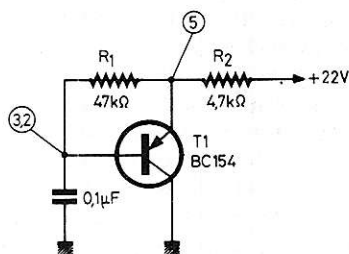
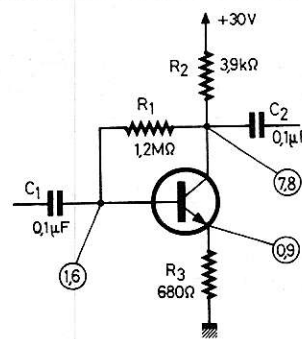

Figure 5
Figure 7
Prenons comme exemple le cas de la **figure 5** et proposons-nous de mesurer la tension de base, dont la valeur réelle est de $3,2\text{ V}$. Nous trouvons, par la chute de tension dans R_1 , $I_b = 38\text{ }\mu\text{A}$ et, en partant de là, $R_b = 84\text{ K}\Omega$ à peu près. Si nous utilisons la sensibilité 10 V d'un voltmètre de $20\text{ K}\Omega/\text{V}$, la résistance résultante de R_b et R_i en parallèle sera de $59\text{ K}\Omega$, et la tension lue à la base de $2,8\text{ V}$ très sensiblement. D'autre part, la résistance résultante de R_1 (fig. 1-5) et de R_b en parallèle, divisée par R_i (soit $200\text{ K}\Omega$), donne $n = 0,131$, ce qui montre que l'erreur de mesure est supérieure à 13% et que, par conséquent, une correction est souhaitable, que l'on effectue en multipliant la valeur lue, soit $2,8\text{ V}$, par $1 + n$, c'est-à-dire $1,131$. Et on obtient $3,17\text{ V}$.
On voit tout de suite que si $n = 2$, ce qui peut arriver avec certains voltmètres dont les sensibilités se succèdent suivant la série 0,5 - 1 - 5 - 10 etc., on revient au cas précédent, à la formule (1) et au tableau 1-1, la tension figurant au numérateur étant toujours la plus grande des deux. Le schéma de la **figure 7** peut nous servir d'exemple d'application pour mesurer la tension de base.
Il faut noter deux choses à propos de tous ces calculs. Tout d'abord, tous les schémas que nous avons reproduits (**figures 5, 6 et 7**) et ceux qui le sont plus loin, ont été empruntés à des documents originaux des principaux constructeurs européens (récepteurs radios et téléviseurs), mais pour certains de ces schémas les conditions exactes de mesure des tensions indiquées ne sont pas connues. D'autre part, il est clair que les chiffres figurant sur ces schémas sont presque toujours arrondis et que, pour la **figure 7**, par exemple, la tension à la base peut être tout aussi bien de 1,57 V que de 1,63 V, et que celle d'émetteur de 0,87 V ou de 0,93 V.
Quant à la mesure de la tension de collecteur de la **figure 7**, elle ne pose aucun problème, comme une rapide vérification peut nous en convaincre. En effet, le courant de collecteur I_c est ici de 5,7 mA et, de ce fait, la résistance de sortie en continu, R_c (voir **figure 4**), n'est que de 1,21 K Ω (entre le collecteur et l'émetteur). En y ajoutant R_3 on obtient une résistance de 1,89 K Ω entre le collecteur et la masse. Le fait de connecter en parallèle un voltmètre de 20 K Ω /V sur la sensibilité 10 V, soit $R_i = 200$ K Ω n'y change strictement rien, la résistance shunt étant de plus de 100 fois supérieure à celle de collecteur-masse.